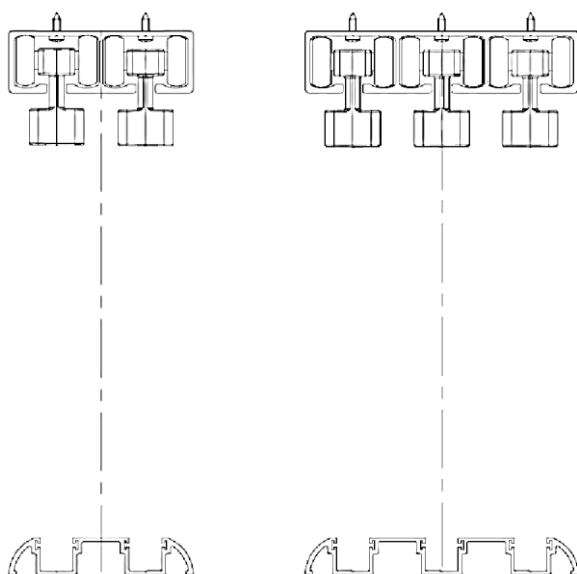

Abb. 4
4. Überprüfen Sie die Nivellierung des Untergrunds für die untere Führung. Verlegen Sie die untere Führung auf einen stabilen Untergrund genau in der Achse der oberen Führung. Der Abstand zwischen den Untergründen für die Befestigung der unteren Führung und der oberen Führung sollte nicht mehr betragen als 3.200 mm (Abbildung 4).